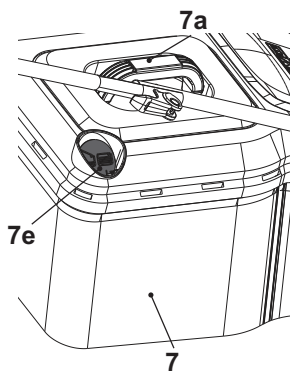

Fig. 13
2. Cuando la escotilla (7e) está cerrada, el recogedor de césped está lleno y se debe vaciar (Fig. 13).